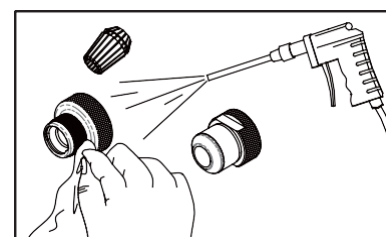
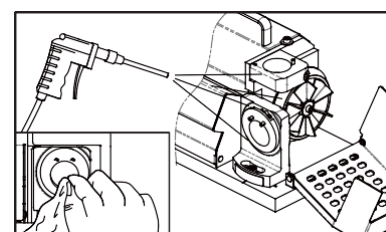

Fig. 12-4
Fig. 12-5
- ① Desconecte o cabo de alimentação e certifique-se de que a energia está desligada.
- ② Desmonte o conjunto de mandril após o uso.
- ③ Use a pistola de ar para retirar cavacos e poeira de todas as bases de esmerilhar e de todos os acessórios. (Fig. 12-4) (Fig. 12-5)
- ④ Use um pano limpo para limpar cada porta de contato e todos os acessórios; em seguida, recoloque-os em ordem. (Fig. 12-4) (Fig. 12-5)